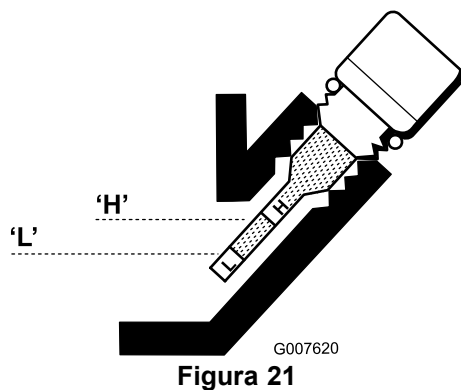

Figura 21
3. Tergete il misuratore e inseritelo nel foro del bocchettone; non avvitatelo nel foro. Estratelo, e verificate il livello dell'olio. Se il livello è basso, rabboccate con olio finché il livello non sarà compreso tra i segni H ed L sul misuratore (Figura 21). Controllate di nuovo il livello dell'olio. Non riempite troppo.